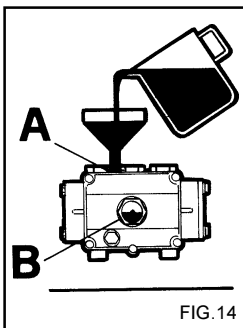

FIG. 14
4) Atarraxe a tampa de descarga e introduza o óleo pelo orifício superior (fig. 14) até que alcance o nível indicado no visor (fig. 14B).